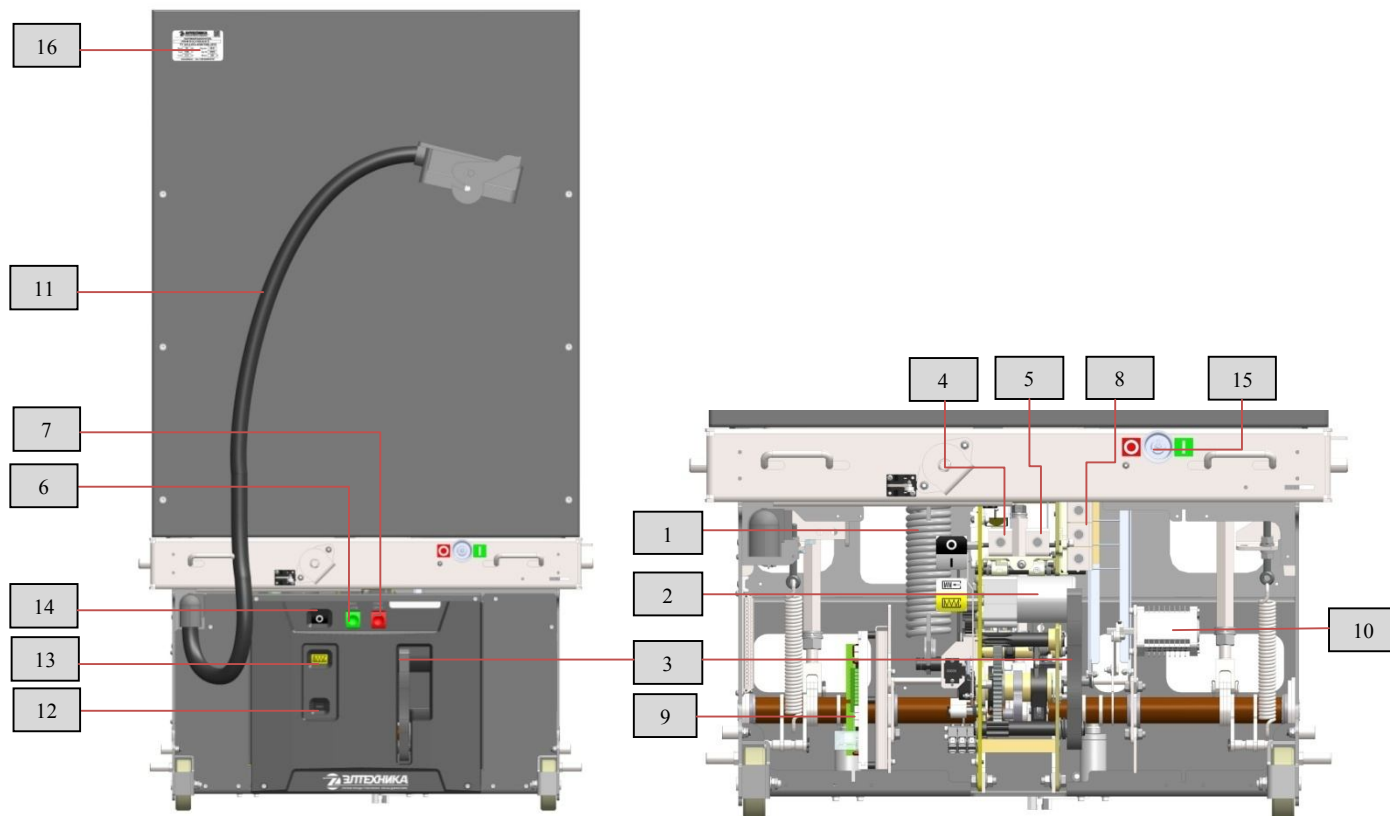
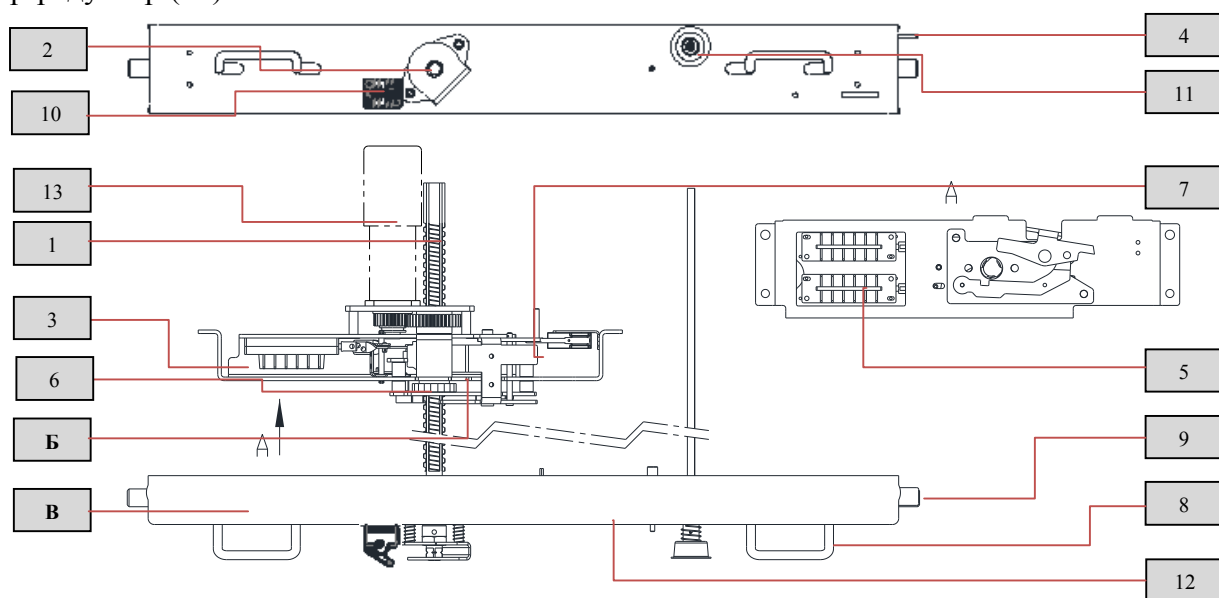

Рис. 3 Привод выключателя
Рис. 5 Тележка аппаратная
Привод выключателя (рис. 3) представляет собой механизм, обеспечивающий размыкание и замыкание контактов ВДК с характеристиками, необходимыми для нормального функционирования выключателя.
Тележка аппаратная (рис. 5) состоит из подвижной части (Б), к которой крепится выключатель при помощи 4 болтовых соединений М10, и неподвижной (В), являющейся опорой привода подвижной части. Перемещение подвижной части относительно неподвижной
1.4.1.5.1. Механическая блокировка перемещения выключателя (10) срабатывает при открытой двери шкафа КРУ. Блокировка препятствует установке рукоятки оперирования выкатным элементом в гнездо (2) (рис. 5).
1.4.1.5.2. Внешняя механическая блокировка (4) расположена на правой боковой стенке неподвижной части тележки аппаратной и предназначена для обеспечения двусторонней механической связи с заземлителем и другими коммутационными аппаратами ячейки (рис. 5). Нажимная планка блокировки заземлителя (4) управляет шторкой гнезда оперирования заземлителем, разрешая оперирование им только в контрольном (выкаченном) положении выключателя. С другой стороны, механизм заземлителя воздействует на планку (4) и блокирует винт привода тележки (1), при включенном заземлителе (рис. 5).
1.4.1.5.3. Механическая блокировка включения выключателя (7) запрещает перемещение подвижной части (Б) тележки аппаратной из фиксированного положения (рабочего или контрольного) при включенном выключателе, а также блокирует включение выключателя в промежуточном положении подвижной части (Б) тележки аппаратной (рис. 5).
1.4.1.5.4. Блокировка от повторного включения препятствует подаче команды на повторное включение выключателя во включенном положении. В выключателе реализованы две блокировки от повторного включения: электрическая и механическая. Электрическая блокировка реализована на плате управления X1 (9) (рис. 3) в схеме цепей управления выключателем (Приложение 2). Она препятствует подаче команды на электромагнит включения в дистанционном режиме. Механическая блокировка препятствует непосредственному воздействию на спусковой механизм включения выключателя как с помощью электромагнита включения, так и с помощью кнопки включения на лицевой панели.
Блок-контакты выключателя (11) (рис. 3) и блок-контакты силовой пружины (16) расположены на приводе выключателя. Блок-контакты тележки аппаратной (5) (рис. 5) расположены на подвижной части (Б) тележки аппаратной.